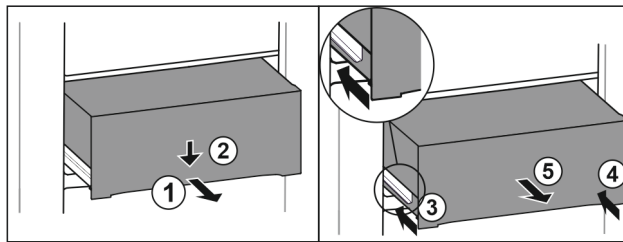

Fig. 94
- ▶ Extrageți pe jumătate sertarul. Fig. 94 (1)
- ▶ Apăsați în jos sertarul pe partea frontală. Fig. 94 (2)
- ▶ Inșerați șina stângă aproximativ 2 cm. Fig. 94 (3)
- ▶ Inșerați șina dreaptă aproximativ 2 cm. Fig. 94 (4)
- ▶ Extrageți sertarul spre înainte. Fig. 94 (5)